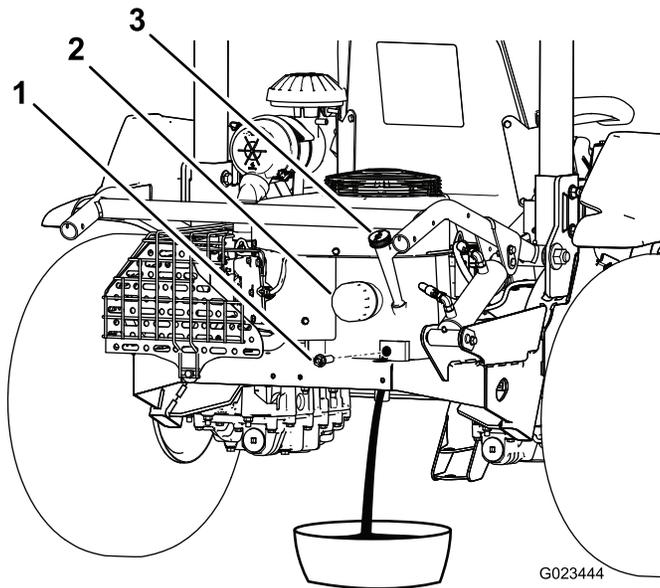

图40
3. 拆下排油塞（图40），让油流入适当的容器中。油不再流时，安装排油塞。